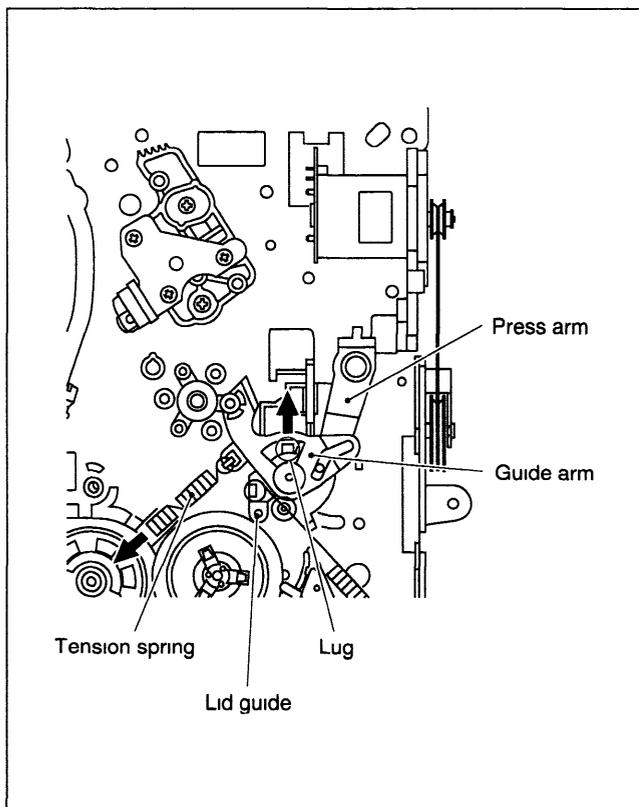

Fig. 2-2-11
- (1) Remova a mola e puxe a trava (lug) do guia de abertura da tampa na direção indicada pela seta. Então remova o braço guia puxando-o para cima
- (2) Remova a alavanca pressora puxando-a para cima (Veja Fig 2-2-11)